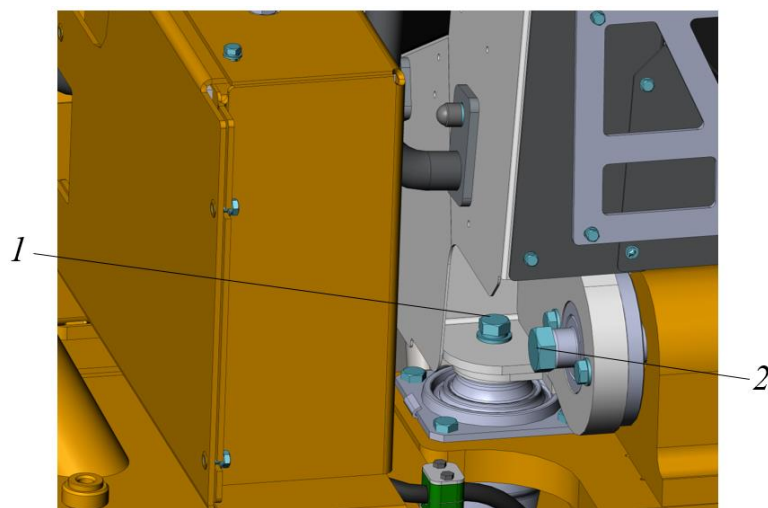

Рисунок 5.8. Крепление задних опор кабины
- ▶ Ключом  на 24 выкрутить болт с шайбой 1 (рис. 5.8) из задней опоры (слева и справа).